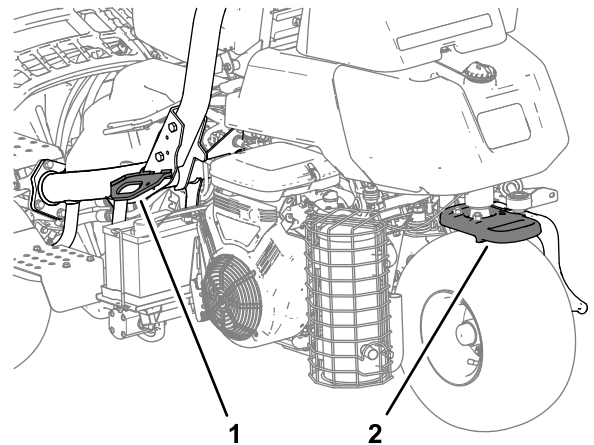

Figura 34
- Amarre la máquina firmemente con correas, cadenas, cables o cuerdas. Tanto la correa delantera como la trasera deben orientarse hacia abajo y hacia fuera respecto a la máquina (Figura 34).